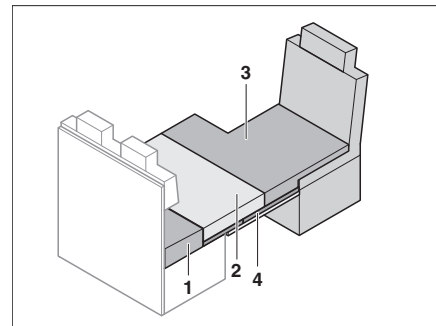

Fig. 187 Dopo la trasformazione
- Posizionare il cuscino aggiuntivo (Fig. 187,3) sul sedile del conducente.
- Collocare i cuscini del divano (Fig. 187,2) sulla base del letto extra.